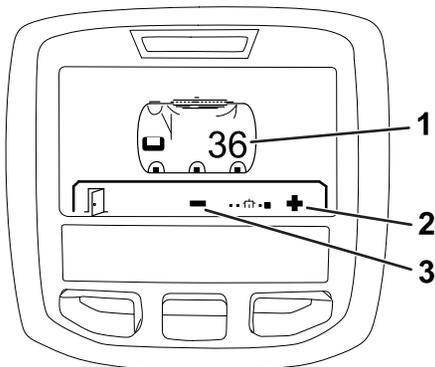

Bild 21
2. Drücken Sie die rechte Auswahl Taste und dann die linke Auswahl Taste, um den Bildschirm „Tank“ anzuzeigen (Bild 21).
3. Stellen Sie das Behältervolumen mit der mittleren und rechten Auswahl Taste ein (Bild 21).